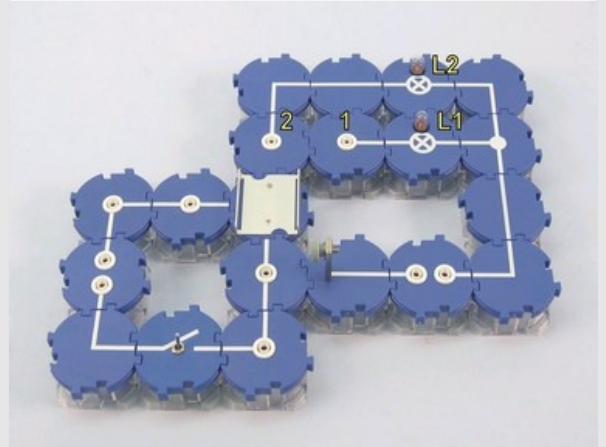
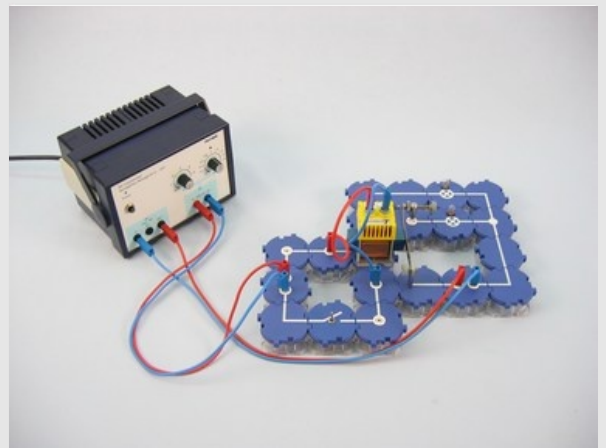

Abb. 1
Abb. 2
- Baue den Versuch entsprechend der Abb. 1 und Abb. 2 auf.